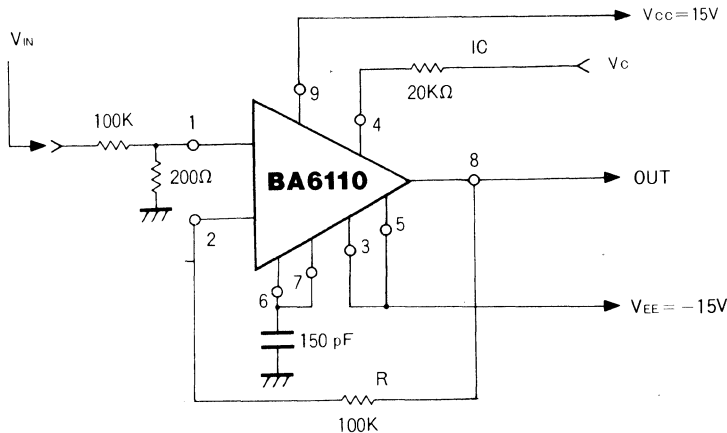

Fig.9 電圧制御ローパスフィルタ
(2) BA6110の応用回路例として、電圧制御ローパスフィルタとしての応用例を Fig.9 に示します。